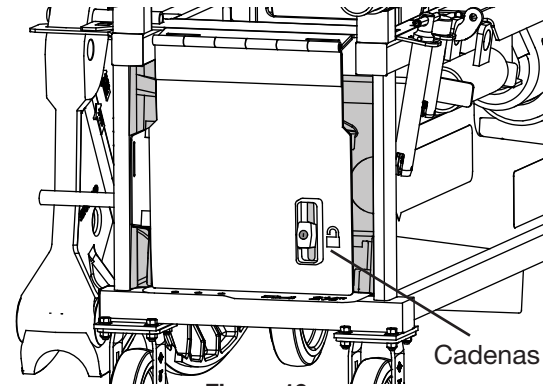

Figure 19
- Pour fixer les barres de serrage et tous les éléments disponibles dans l'étagère de rangement d'outils divers (tels que les broches), rabattre le plateau avant vers le bas et passer le cadenas dans la fente du plateau. (Fig. 19)